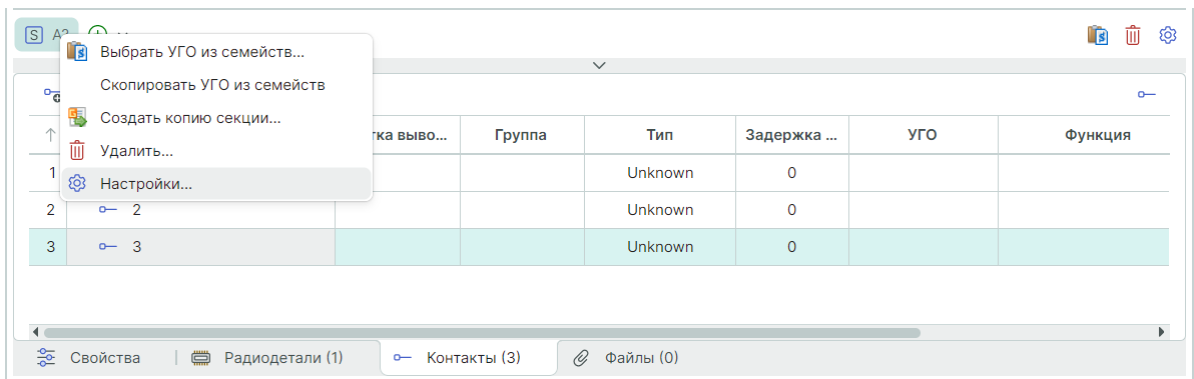

Рис. 244 Вызов окна настроек схемного представления
1. Вызовите окно настроек из контекстного меню секции или с помощью символа , расположенного в правой части редактора, см. Рис. 244.